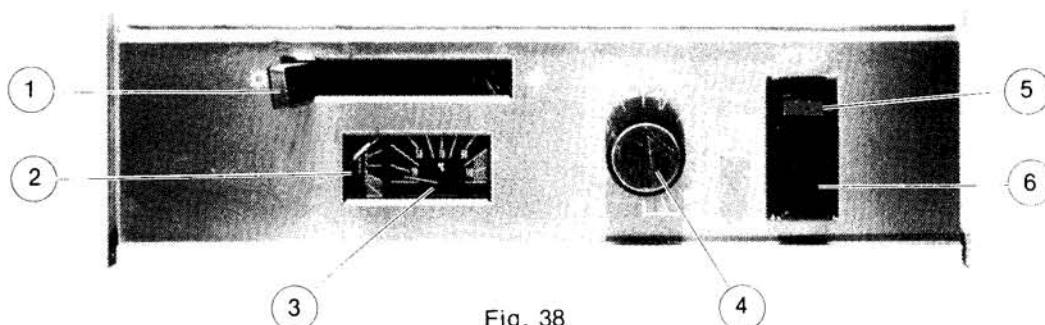

Fig. 38
- Kontroller, at vandstanden på centralvarmeanlægget er korrekt, - pos. 2, fig. 38.
- indstil drifttermostaten/temperaturvælgeren, - pos. 4, fig. 38 - til den ønskede temperatur.
- tryk startknappen, - pos. 6, fig. 38 - helt i bund, og efter ca. 10 sek. vil gnisttænderen begynde at gnistre og antænde tændblusset(pilotflammen).
1. Tryk stopknappen ind, pos. 5, fig. 38.